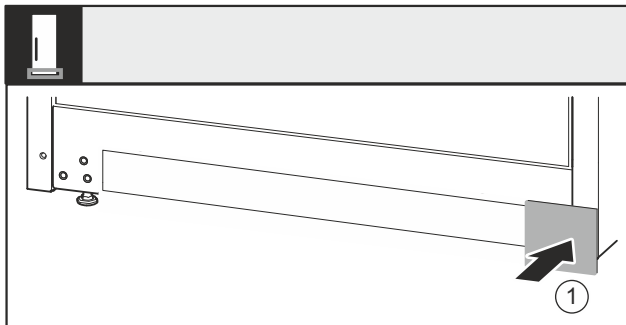

Fig. 34
- Abdeckung Fig. 34 (1) auf der anderen Seite wieder aufsetzen.